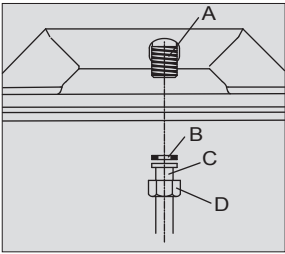

Рис.10
- (1) Соедините устройство с газовой магистралью с помощью металлической трубы (см. рис. 10). Наденьте кольцо уплотнения B на место крепления C и прикрутите D к газовой трубе A.
- (2)Проверка на утечку: нанесите тонкий слой нейтрального моющего средства на место соединения, откройте газовый вентиль. Если появились пузыри, то немедленно закройте газовый вентиль и повторите операции (1) и (2) пока пузыри не перестанут появляться.
- (3) Если вы используете сжиженный углеводородный газ, пожалуйста, выберите подходящий для домашнего использования редукционный клапан.